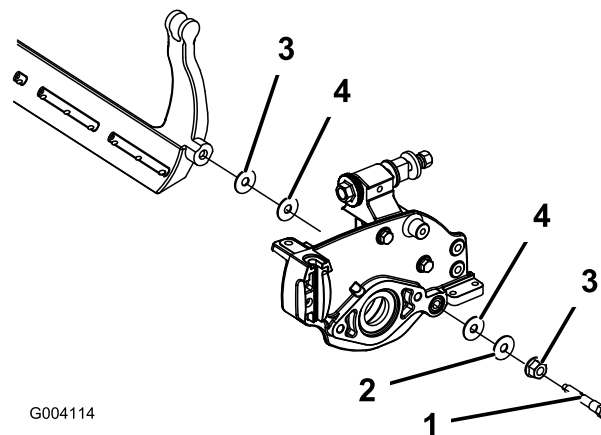

Figura 58
4. Retire cada perno, para poder tirar de la barra hacia abajo y retirarla de la máquina. Guarde las 2 arandelas de nylon y las 2 arandelas de acero troquelado de cada extremo de la barra de asiento (Figura 58).